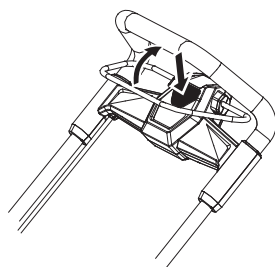

рис. 4.
- Запуск: Вставьте ключ и потяните рычаг включения (рис. 4).
3. Для выполнения запуска потяните рычаг включения (рис. 4).